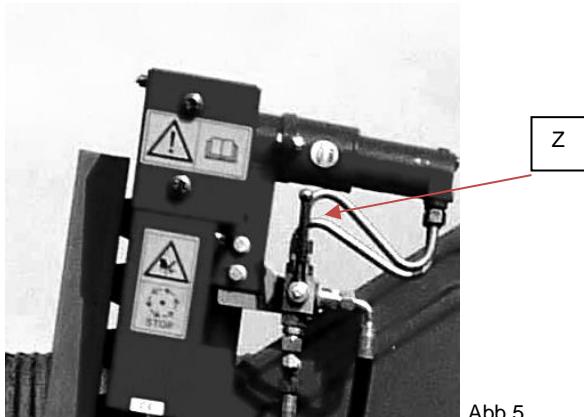

Abb.5
- Seitenmesserschalterventil (Z) in die senkrechte Stellung einstellen. Abb.5